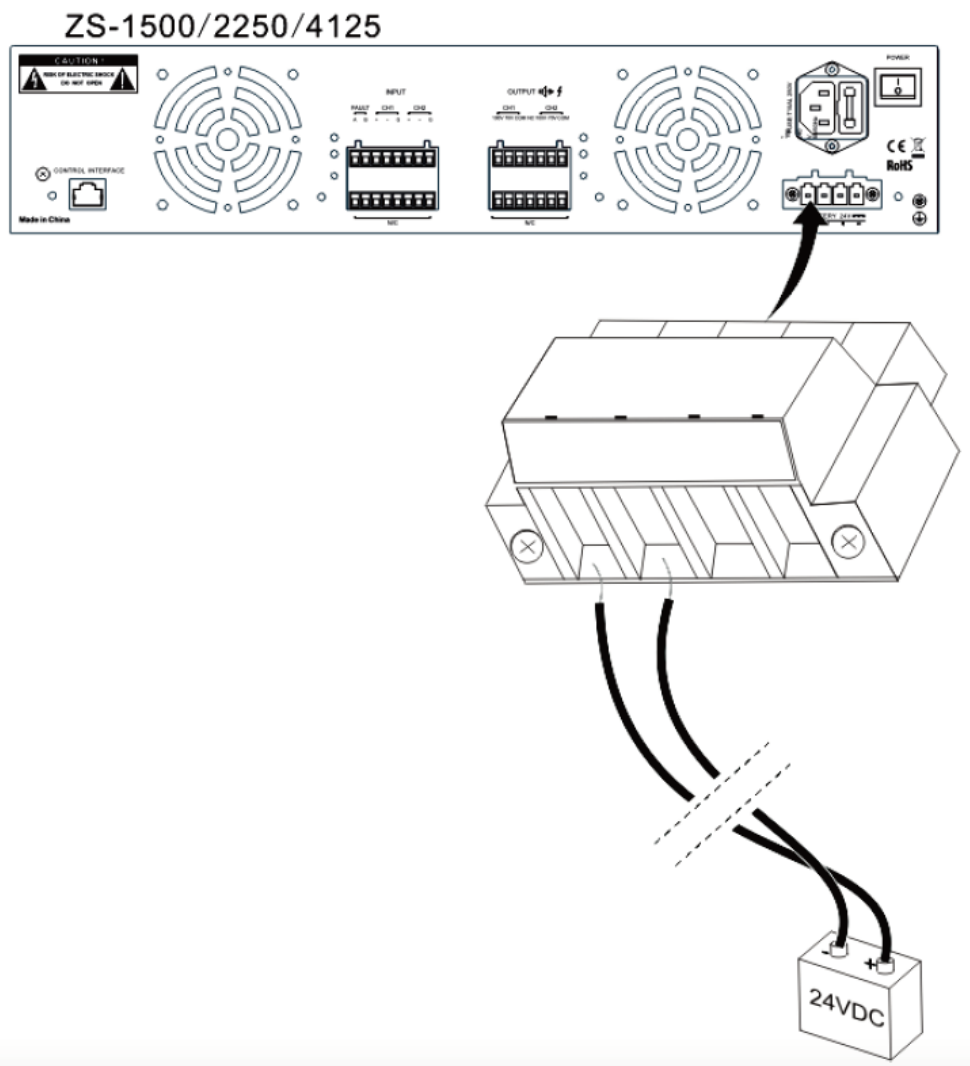

Figura 34 Diagrama esquemático de la conexión del cable de la fuente de alimentación de reserva ZS-1500/ ZS-2250/ ZS-4125
1. Pelar la cubierta del cable de un extremo del cable de la fuente de alimentación de reserva preparado en 20 mm y conectar el cable al terminal de cableado de la fuente de alimentación de reserva, como se muestra en la figura 34.